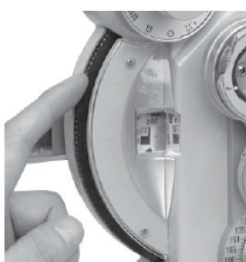

Figure 11
Pour afficher uniquement la puissance sphérique (abrégé en "S"), tournez le bouton de l'objectif auxiliaire ②① en position O, puis tournez le bouton de l'objectif cylindrique ②⑦ jusqu'à ce que "00" s'affiche sur l'échelle de puissance cylindrique ②⑤. Puis tournez le cadran d'alimentation sphérique faible ②③, la valeur S est affichée en échelle de puissance sphérique ②④, dans la plage de -19.00D~+16.75D, augmentant ou diminuant progressivement en 0.25D (Fig.11).